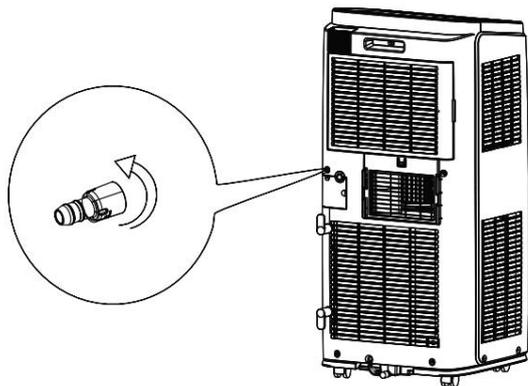

Рис.8
(2) Прикрутите сливной патрубок (входит в комплект) к носику, повернув его по часовой стрелке (как показано на рис. 8).